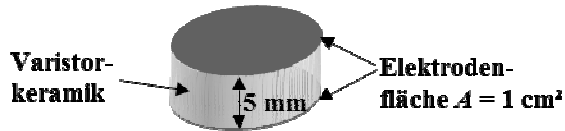

Bild R2-1: Varistor-Probe
An einem keramischen Varistor mit gegebener Geometrie (*Bild R2-1*) ergibt eine elektrische Charakterisierung die in *Tabelle R2-1* gegebenen Messwerte.
- b) Ein einfaches Ersatzschaltbild für den Varistor in *Bild R2-1* bestehe nun aus einer Serienschaltung zweier ohmscher Widerstände. Begründen Sie wann und warum dieses Ersatzschaltbild gilt. Geben Sie die Spannung über den Elementen als Funktion des Stromes für jedes Element einzeln an, wenn für den spez. Widerstand der Körner ($\rho_K = 1 \Omega\text{cm}$) gilt. Welche Korngröße schätzen Sie grob für die Keramik ab, wenn Sie eine Nennansprechspannung von 1 kV berücksichtigen? **(3 Punkte)**